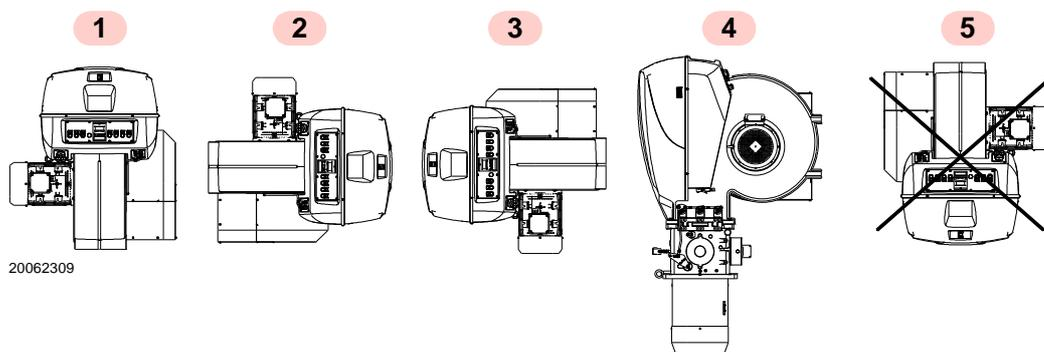

Fig. 9
- Le brûleur est exclusivement prévu pour fonctionner dans les positions 1, 2, 3 et 4 (Fig. 9).